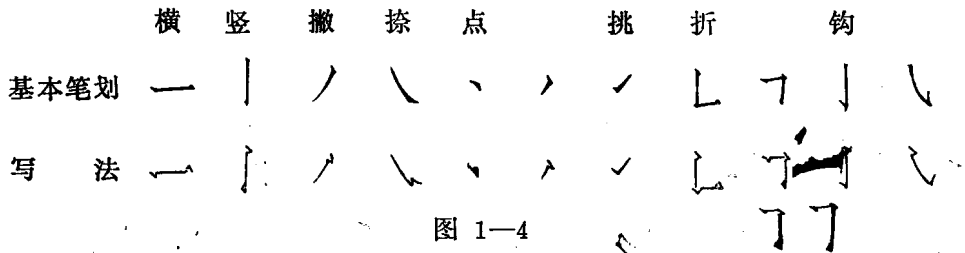

图 1—4
1. 汉字：汉字应采用国家正式公布的简化字，并宜用长仿宋字体。长仿宋字的基本笔划及书写方法如图1—4。